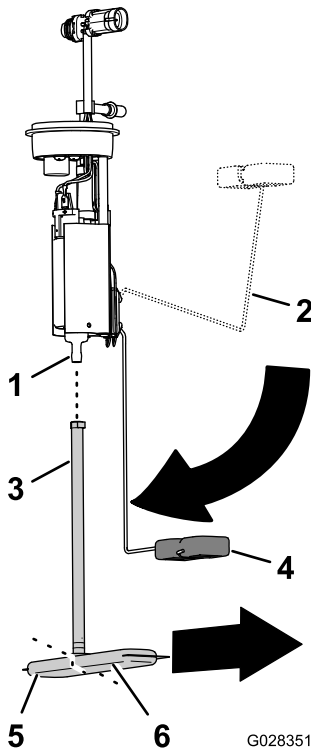

Figura 121
1. Retire el tubo de aspiración del filtro de combustible del conector de la bomba de combustible (Figura 121).
2. Alinee el tubo de aspiración del filtro de combustible nuevo con el conector de la bomba de combustible (Figura 121).
3. Alinee la pata larga del filtro de combustible con el flotador, con el flotador en la posición de vacío (Figura 121).
4. Introduzca el conector de la bomba de combustible en el tubo de aspiración hasta que el conector quede bien asentado (Figura 121).
2. Coloque la bomba de combustible/sensor en el hueco del depósito (Figura 120 y Figura 121).